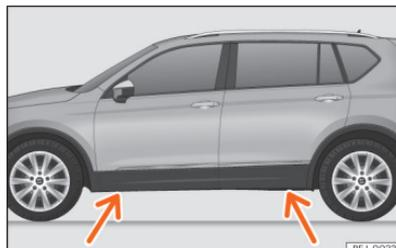

Abb. 255 Aufnahmepunkte für den Wagenheber.
- Suchen Sie am Längsträger die Markierung des Wagenheberaufnahmepunktes (Eindrückung), die dem zu wechselnden Rad am nächsten liegt >>> [Abb. 255].